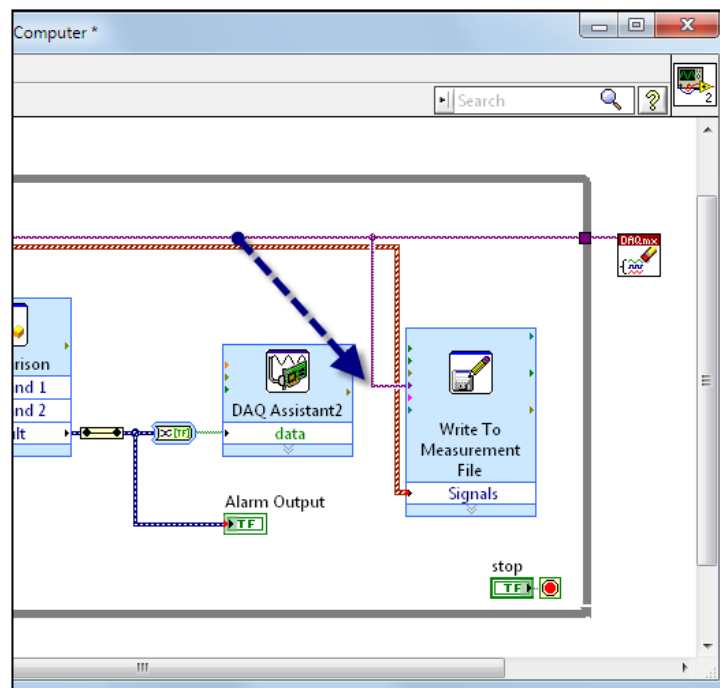

Figura 21. O fio lilás do DAQmx Task contém todas as configurações de aquisição de dados da tarefa Measure Temperature and Light.
- c. Clique com o botão esquerdo para colocar o VI Expresso Prompt User for Input fora do loop While em algum local à esquerda do loop While conforme ilustrado na figura 21.